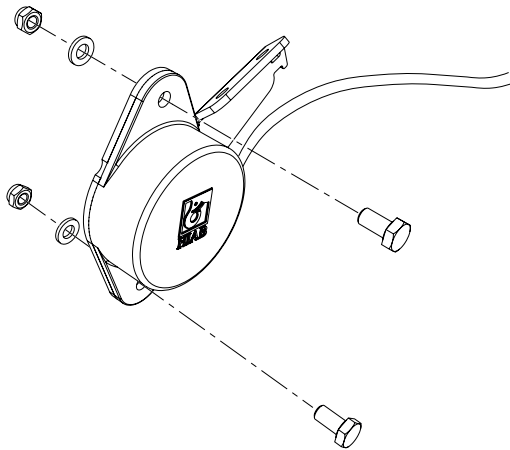
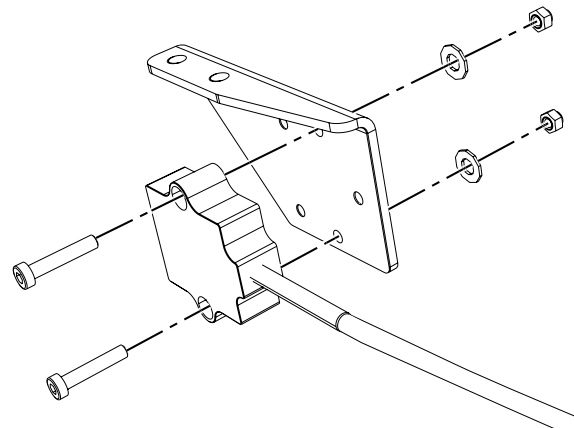

Abbildung 61. Winkelgeber und Halter
Abbildung 62. Neigungsanzeiger und Halter
1. Den Winkelgeber/Neigungsanzeiger und den Halter zusammenschrauben, dafür die mitgelieferten Schrauben, Muttern und Unterlegscheiben verwenden, siehe Abbildung 61 und Abbildung 62.
Der Winkelgeber muss mit dem Kabel in der Position gemäß Abbildung 61 montiert werden.